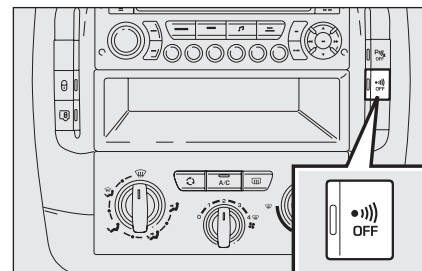

fig. 7a
- ☐ Entro 10 secondi premere il pulsante **fig. 7a** mantenendolo premuto fino a quando il led di deterrenza si accende in modo fisso.